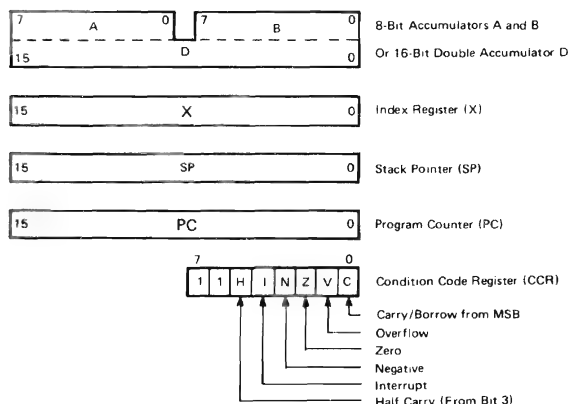

図23 MCUプログラミングモデル
- ・MCUプログラミングモデル (図23参照)
HD68P01のプログラミングモデルを図23に示します。ダブルアキュムレータ(D)は、構造的にはアキュムレータBとアキュムレータAを結合したもので、アキュムレータDを使う命令では、A、Bの内容はこわされます。